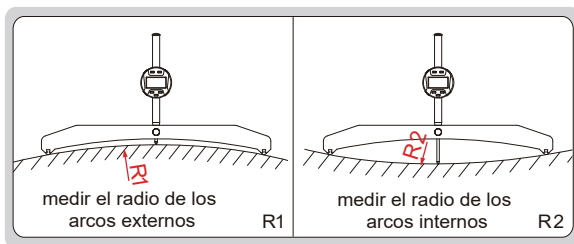
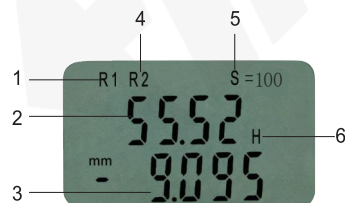

fig.1
fig.2
1. Mida el radio de los arcos internos o externos (fig. 1); la pantalla se mostrará como en la fig. 2.